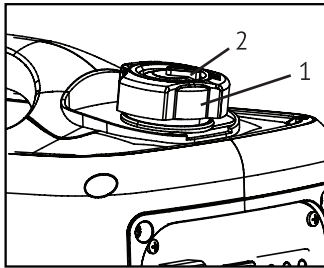

Рис. 10
- После полного охлаждения двигателя поверните воздушный клапан 2 (рис. 10) крышки топливного бака 1 в положение «ВЫКЛ.».